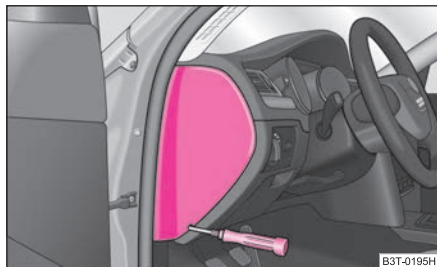
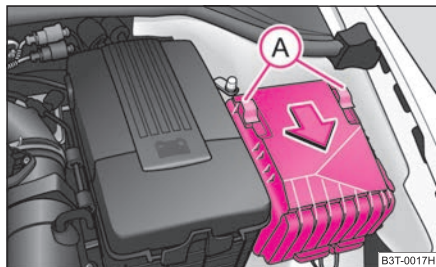

Fig. 212 Tapa de los fusibles: lado izquierdo del cuadro de instrumentos
Fig. 213 Cubierta de fusibles en el vano motor
- Retire la tapa de los fusibles en el lado del cuadro de instrumentos con ayuda de un destornillador ⇒ fig. 212, o la tapa de los fusibles en el vano motor ⇒ página 246, fig. 213.
- Desplazar el estribo de seguridad (A) ⇒ fig. 213 hasta el tope; detrás del estribo de seguridad aparecerá el símbolo ⚠, retirar la cubierta.